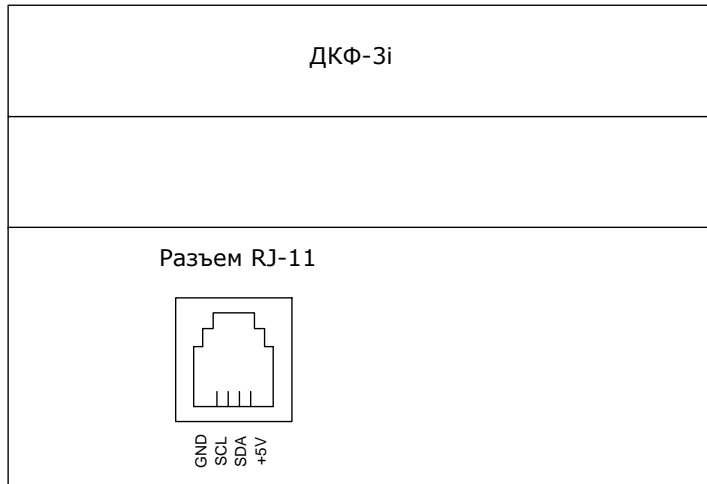

Рис. 2 Разъем подключения к шине передачи данных
- 3.4 Произведите монтаж шины передачи данных в соответствии с обозначениями на Рис. 2. Для подключения к шине TWI используются контакты со следующими обозначениями: GND, SCL, SDA, +5V. (Рис. 2)